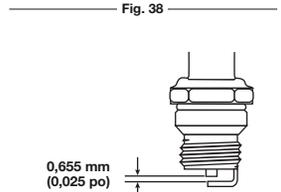

Fig. 39
4. Remplacez toute bougie fendillée, encrassée ou sale. Réglez l'écartement à 0,655 mm (0,025 po) à l'aide d'une jauge d'épaisseur (Fig. 39).